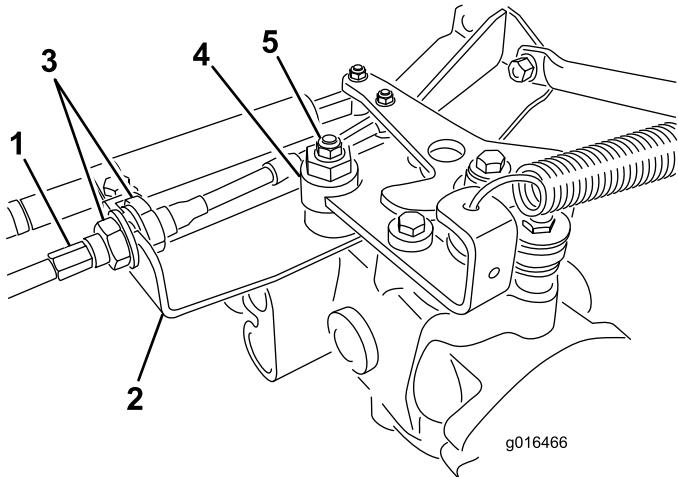

Figura 42
- Afloje las dos contratuerzas que fijan el cable de control de tracción a la mampara del hidrostato (Figura 42). Asegúrese de aflojar ambas contratuerzas uniformemente, y lo suficiente como para permitir el ajuste.
- Afloje la tuerca que sujetá el excéntrico a la parte superior del hidrostato (Figura 42).
apriete la tuerca para bloquear el excéntrico y el ajuste (Figura 42). Compruebe el ajuste con el acelerador en las posiciones Lento y Rápido.
- Desde cada lado de la mampara, apriete las contratuerzas **uniformemente**, fijando el cable de tracción a la mampara (Figura 42). No tuerza el cable.